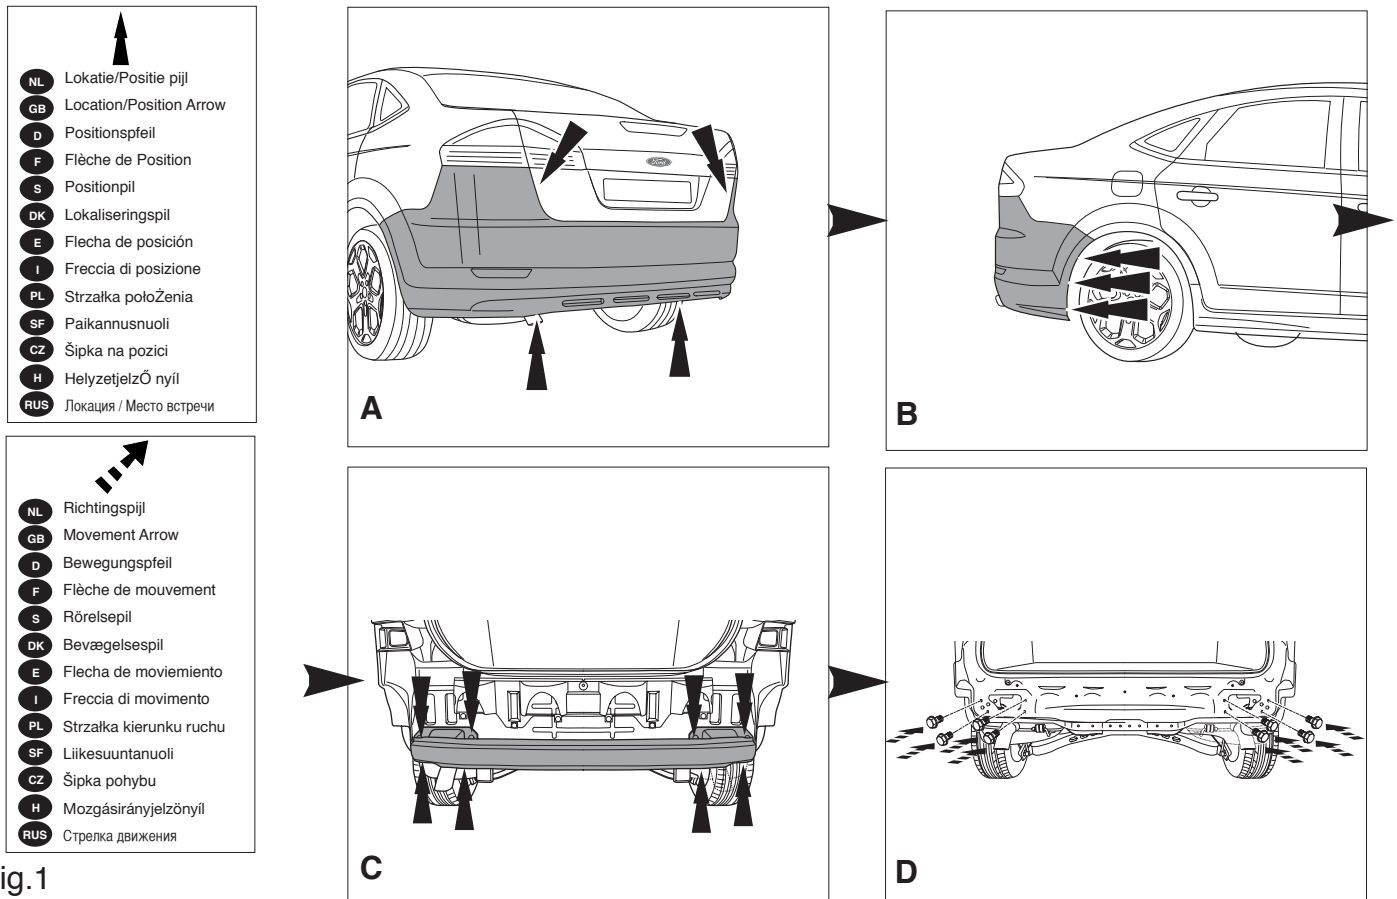

Fig.1
1. Déposer le pare-chocs du véhicule y compris la traverse en acier ; la traverse ne sera plus utilisée. Remettre les boulons de fixations en place. Voir la figure 1.
1. Die Stöbstaenge einschließlich des stähleren Stöbalkens vom Fahrzeug abmontieren. Der Stöbalken wird nicht mehr benötigt. Die Schrauben wieder anbringen. Siehe Abbildung 1.
1. Demonter kofangeren, inklusive køretøjets stålstødbjelke. Denne bliver overflødig. Sæt bolte på plads igen. Se fig. 1.
1. Zdemontować z pojazdu zderzak wraz ze stalową belką zderzakową, belka zderzakowa nie będzie ponownie używana. Zderzak ponownie sruby. Patrz rysunek 1.